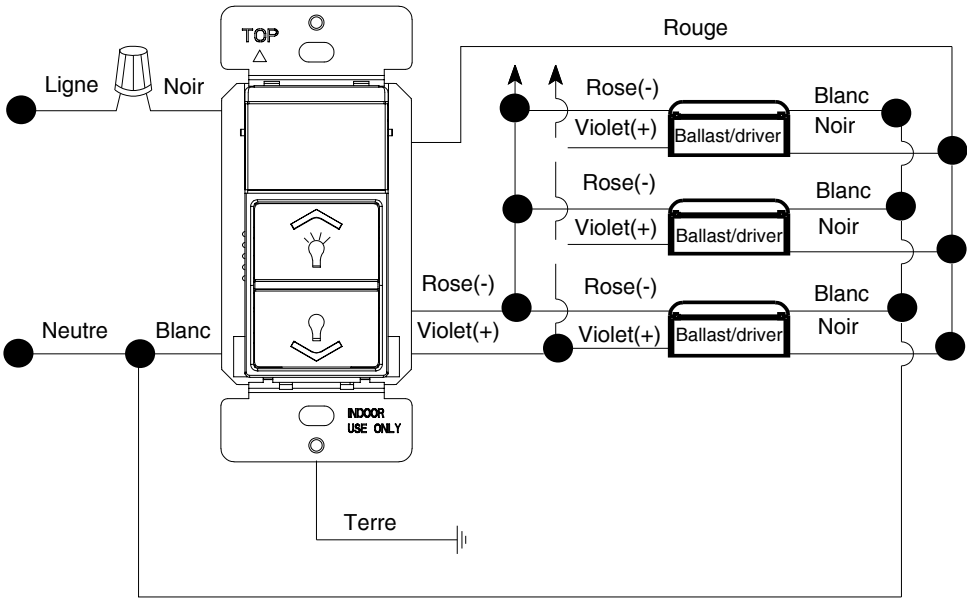

Figure 2
2. Connecter le TSWSDA comme indiqué dans le DIAGRAMME DE BRANCHEMENT (voir Figure 2).